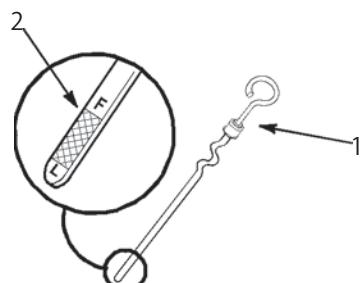

図12
3. ディップスティック (図12) を抜き、先端部をウェスで拭う。
4. もう一度ディップスティックを完全に差し込む。ディップスティックを抜き取り、オイルの量を見る (図12)。オイルの量が不足している場合は、Full マークまで、補給口から少量ずつゆっくりと補給する。